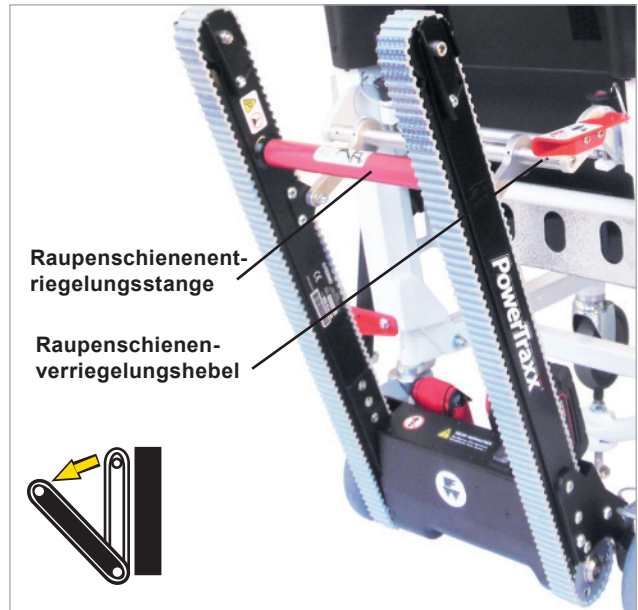

Abb. 6 Raupensystem geöffnet
- 1: Umfassen Sie die rote Raupenschienenentriegelungsstange am oberen Ende der Raupenschienen (Abb. 6) und ziehen Sie diese vom Tragstuhl weg, bis die Raupenschienen in der Offen-Position einrasten